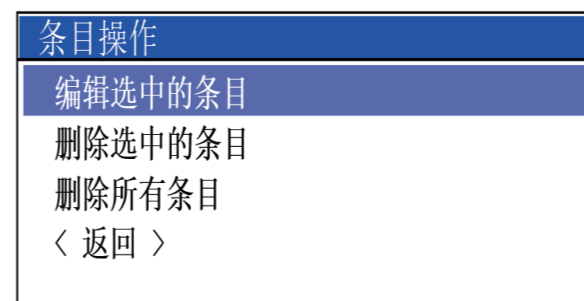

图6.3.1
- b: 旋转【CHANNEL】频道旋钮选择要编辑的条目, 按【确认】键打开条目操作对话框, 如图6.3.1所示。